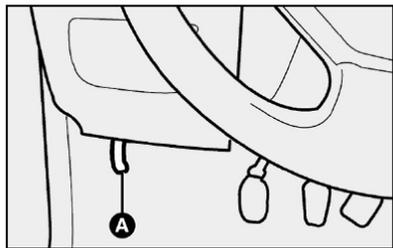

fig. 71
- 1) puxar a alavanca **A-fig. 71**.